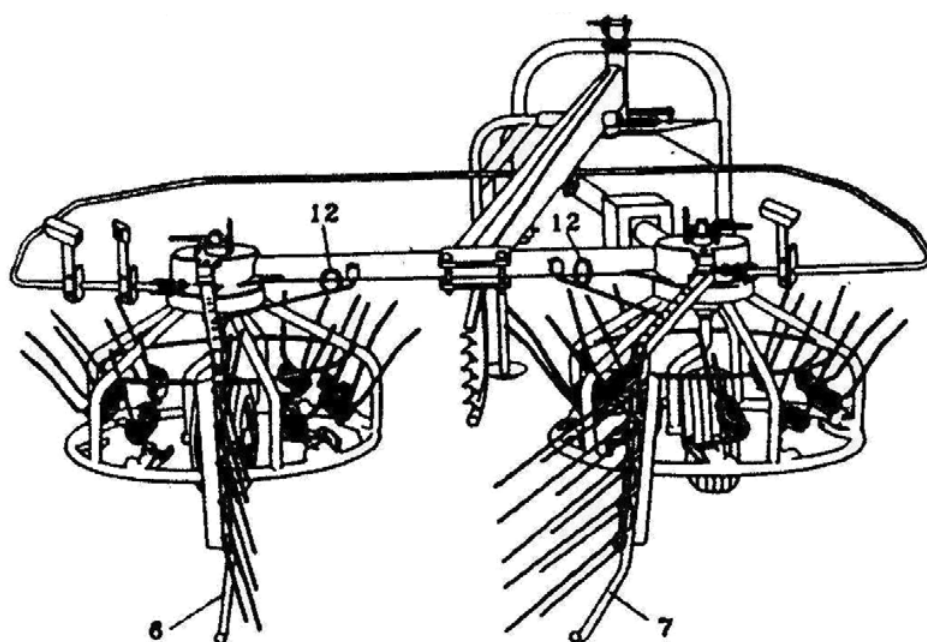

Fig. 17 - De schermen instellen voor harken
- Stel de gewenste harkbreedte in met de schermen (6) en (7) en begrenzers (12) (Fig. 17).